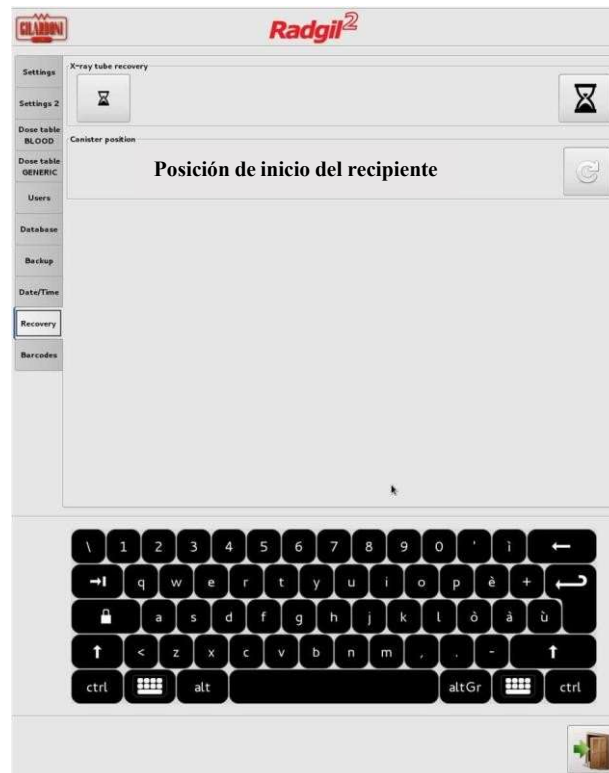

Figura 21
- B. Cierre la puerta y haga clic en el pequeño reloj de arena que se muestra en la FIGURA 21 (arriba a la izquierda);
Si el programa de recuperación de 25 minutos no puede resolver el problema (por ejemplo, el RADGIL2 todavía se detiene con frecuencia o no puede completar una fase de calentamiento normal), se recomienda un programa de recuperación LARGA (que dura aproximadamente 220 minutos). Para ejecutar el programa de recuperación LARGA, simplemente siga los mismos pasos que para el programa de recuperación CORTA, pero haga clic en el reloj de arena grande de la FIGURA 21 para que comience.